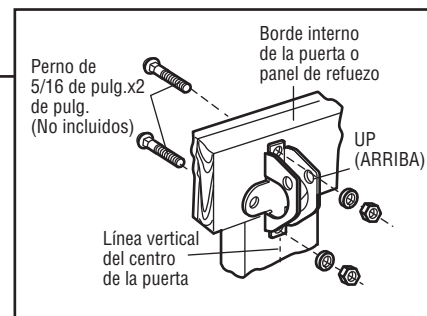

Figura 4
- Puede usar los agujeros laterales o superior e inferior de la ménsula. Haga los agujeros correspondientes de 5/16 de pulg. en la puerta y fije la ménsula con tornillos de 5/16 de pulg.x2 de pulg., arandelas de presión y tuercas (no incluidos). (Figura 4)